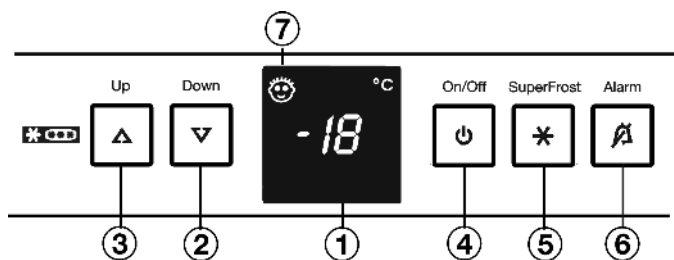

Fig. 2
- ▶ Taste On/Off Fig. 2 (4) drücken.
- ▶ Einstellmodus aktivieren: Taste SuperFrost Fig. 2 (5) ca. 5 s drücken.
- ▶ Mit Einstelltaste Up Fig. 2 (3) oder Einstelltaste Down Fig. 2 (2) h wählen.
- ▶ Bestätigen: Taste SuperFrost Fig. 2 (5) kurz drücken.
- ▶ Anzeige heller einstellen: Einstelltaste Up Fig. 2 (3) drücken.
- ▶ Anzeige dunkler einstellen: Einstelltaste Down Fig. 2 (2) drücken.
- ▶ Bestätigen: Taste SuperFrost Fig. 2 (5) drücken.